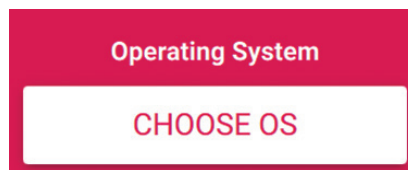

Рис. 3.4. Кнопка CHOOSE OS
4. Запустите Imager и нажмите кнопку **CHOOSE OS** (выбор ОС), (см. рис. 3.4).